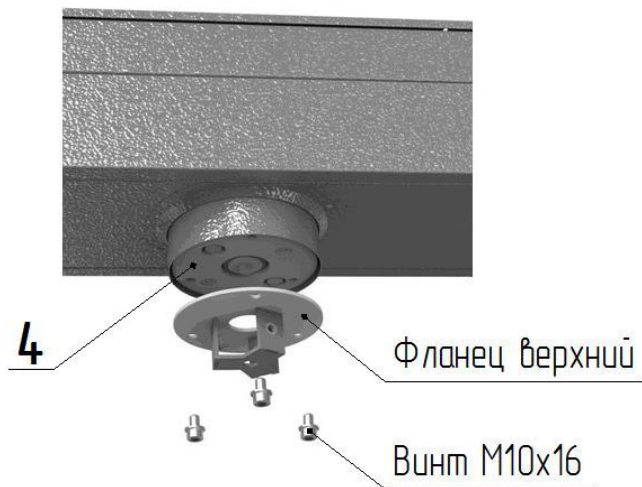
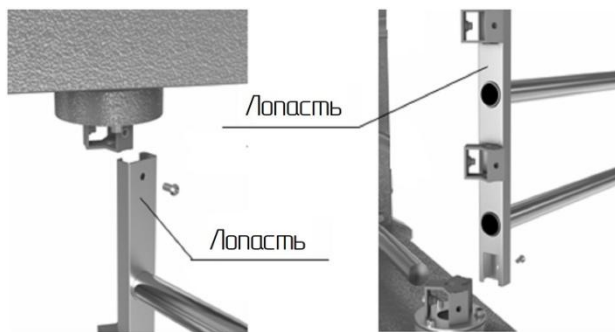

Рис. 4
Рис. 5
2. Сборка центральной стойки (рис. 4, 5):
– установите на диск муфты привода **4** (рис.4) верхний фланец центральной стойки и закрепите винтами М10х16, нижний фланец прикрепите к фланцу вала напольной плиты **7** винтами М8х16, в первую очередь установите на посадочные плоскости фланцев лопасть с внутренними кронштейнами (рис.5), расположение "верх" указано маркировкой и закрепите винтами М8 (не затягивая их);